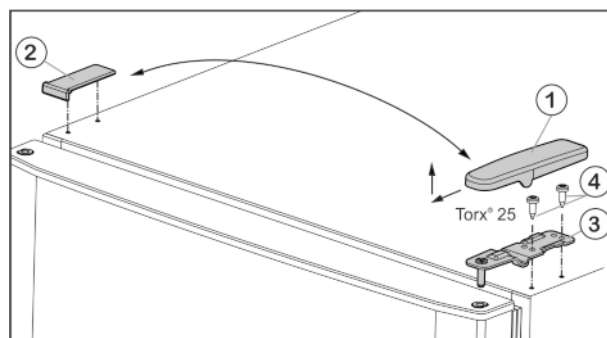

Fig. 4
- ▶ Wyjąć osłonę Fig. 4 (1) do przodu i do góry.
- ▶ Podnieść osłonę Fig. 4 (2).
- ▶ Odkręcić górną płytkę zawiasu Fig. 4 (3) (2 razy Torx® 25) Fig. 4 (4) i wyjąć ją do góry.
- ▶ Włożyć w drzwi górną płytkę zawiasu Fig. 4 (3) po nowej stronie zawiasów.
- ▶ Dokręcić górną płytkę zawiasu (z siłą 4 Nm) (2 razy Torx® 25) Fig. 4 (4). Ewentualnie użyć wkrętarki akumulatorowej.
- ▶ Założyć osłonę Fig. 4 (1) od zewnątrz odpowiednio po przeciwległej stronie i zazębnić.
- ▶ Założyć osłonę Fig. 4 (2) od góry odpowiednio po przeciwległej stronie i zazębnić.